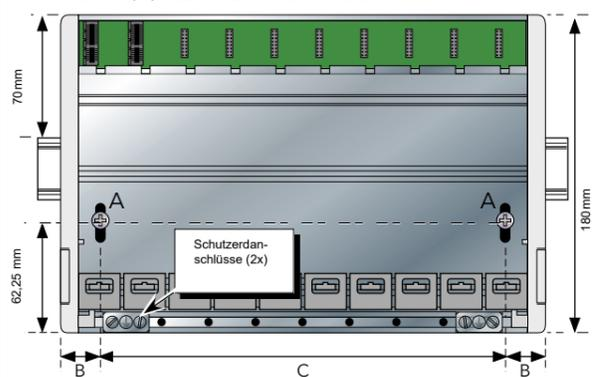

Abbildung 1: Abmessungen der Rückwandplatine
Wie in Abbildung 1 und Tabelle 1 dargestellt, ist die E+PLC400 Rückwandplatine in vier Größen für 0, 4, 8 bzw. 16 E/A-Module erhältlich.
- Lösen Sie mithilfe eines geeigneten Pozitiv-Schraubendrehers die Schrauben („A“ in Abbildung 1) im Basisteil und lassen Sie sie mit den zugehörigen Halteklammern auf den Boden des Schraubenschlitzes fallen.
- Lösen Sie das Gerät auf der Oberkante der DIN-Schiene an und schieben Sie die Schrauben (A) mit den zugehörigen Klammern mithilfe des Schraubendrehers so weit wie möglich nach oben in die Schraubenschlitze.
- Achten Sie darauf, dass die winklige Kante der Basis-Halteklammern sich hinter der Unterkante der DIN-Schiene befinden und ziehen Sie die Schrauben (A) fest.
- Entfernen Sie die Schrauben (A) und ihre zugehörigen Basis-Halteklammern.
- Halten Sie das Basisteil waagrecht an die Schalttafel und markieren Sie die Position der beiden Öffnungen an der Schalttafel (Mitten siehe Abbildung 1 oben).